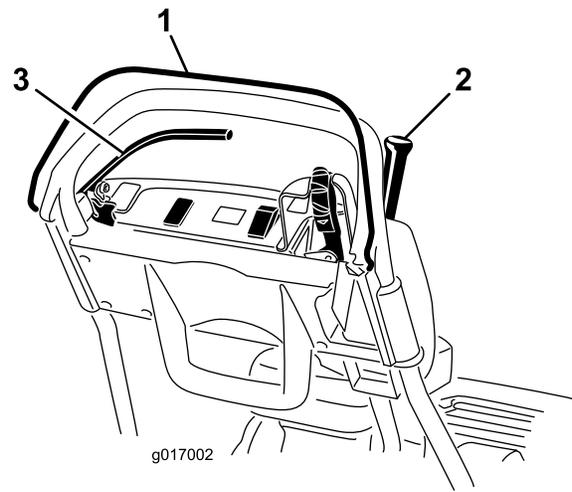

Bild 34
- Versuchen Sie den Fahrtriebshebel bei gelöster elektronischer Sicherheit zu aktivieren (Bild 34). Der Fahrtriebshebel sollte nicht aktiviert werden. Wenn der Fahrtriebshebel aktiviert werden kann, müssen die Sicherheitsschalter gewartet werden. Beheben Sie den Fehler, bevor Sie den Betrieb aufnehmen.
- Lösen Sie die elektronische Sicherheit, wenn die elektronische Sicherheit gedrückt und der Fahrtriebshebel aktiviert ist (Bild 34). Der Fahrtriebshebel sollte deaktiviert werden. Wenn der Fahrtriebshebel nicht deaktiviert wird, müssen die Sicherheitsschalter gewartet werden. Beheben Sie den Fehler, bevor Sie den Betrieb aufnehmen.
- Aktivieren Sie die elektronische Sicherheit und schieben Sie den Ganghebel nach links; kuppeln Sie dann den Fahrtrieb und den Spindelantrieb ein und lösen Sie die elektronische Sicherheit (Bild 34). Der Fahrtriebshebel sollte deaktiviert werden. Wenn der Fahrtriebshebel nicht deaktiviert wird, müssen die Sicherheitsschalter gewartet werden. Beheben Sie den Fehler vor der Verwendung, siehe Warten des Fahrtriebs-Sicherheitsschalters \(Seite 38\).